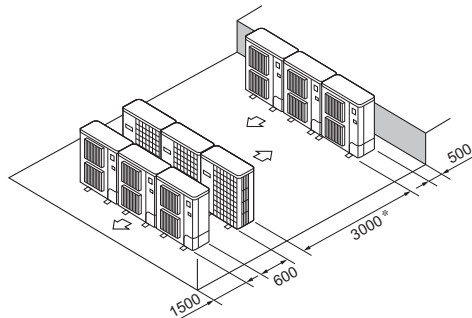

Fig. 3-16
- ⑥ Πολλαπλή παράλληλη διάταξη μονάδων (Fig. 3-16)